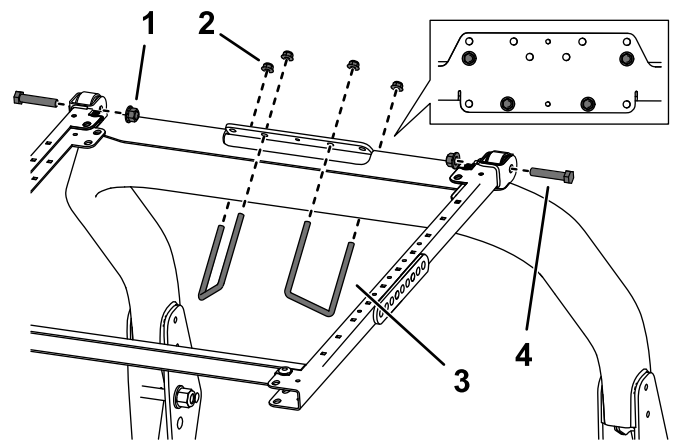

図 38
- ROPS 取り付けブラケットを、トラクションユニット ROPS の上部にセットする図 38。ROPS が ROPS 取り付けブラケットの中央にあることを確認してください。
- 図 38 に示されている取り付け穴を利用して、ROPS 取り付けブラケットを ROPS 上部に取り付ける U ボルト 3 1/2 x 5" 2 本とフランジナット 4 個を使用する。